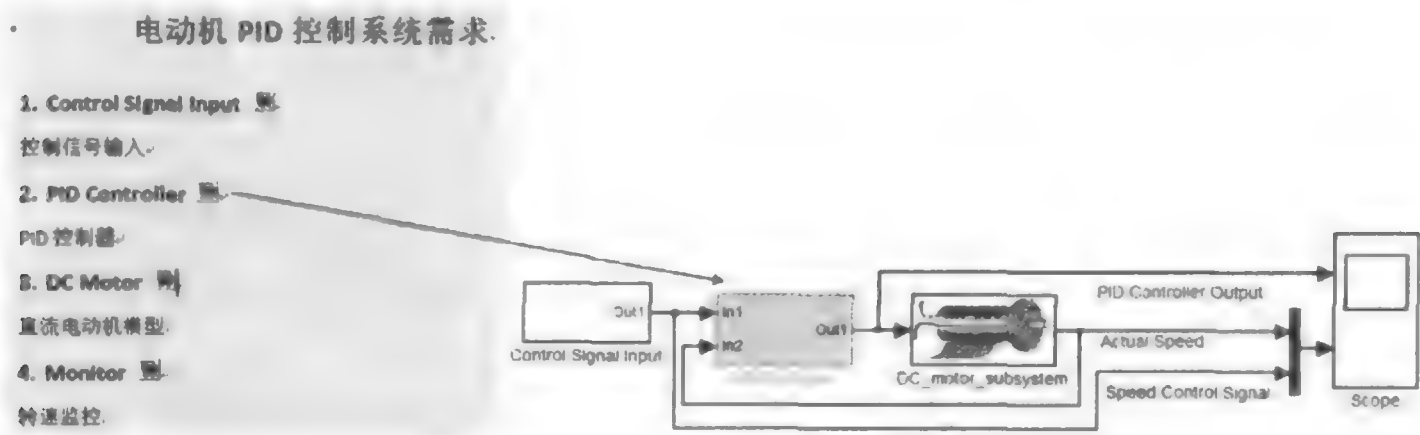

图 9.4.15 文档关联到模型
(5) 双击需求主题词末尾的导航按钮,对应的模块高亮显示,说明需求与模块之间已建立了关联,如图 9.4.15 所示。